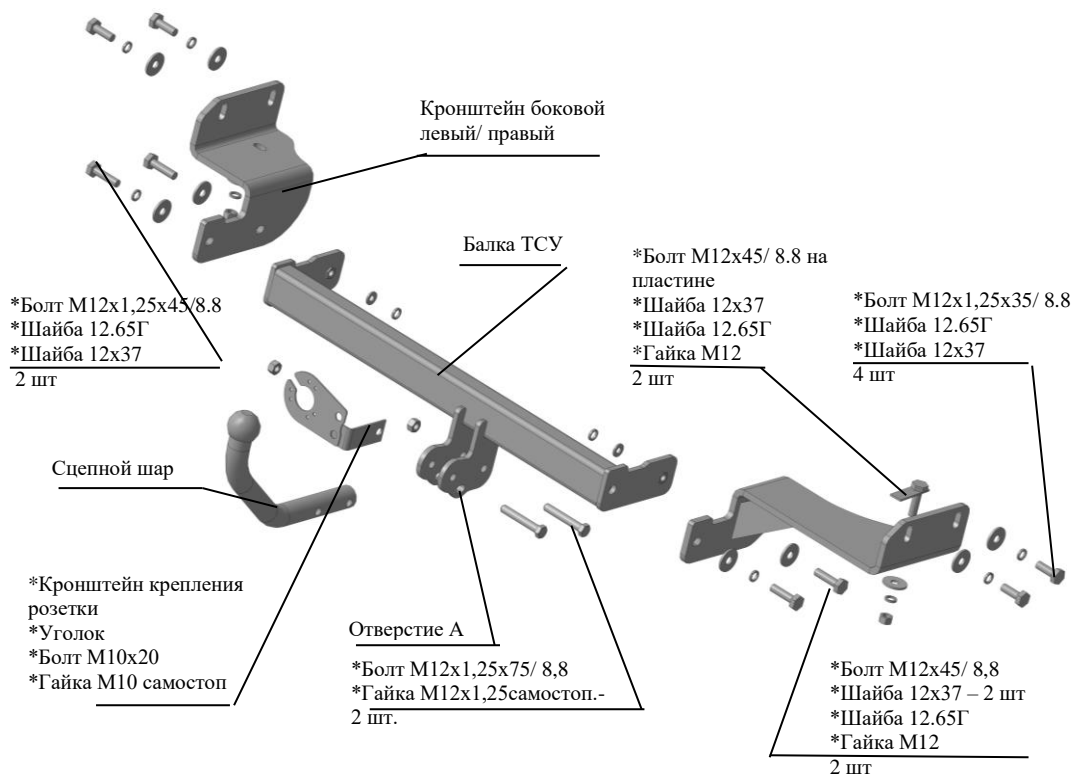

Рис.1 Тягово-сцепное устройство 7334
2.1 ТСУ 7334 в сборе (рис.1)	1 шт.
2.2 Пакет с комплектующими (см. рис.1)	1 шт.
4.2 Установить боковые кронштейны ТСУ (правый и левый соответственно рис.1), закрепив к нижним полкам лонжеронов болтами на пластине (вставить болты внутрь лонжеронов) и гайками М12, подложив под гайки шайбы 12.65Г и 12x37, к внешним боковым сторонам лонжеронов а/м- болтами М12x1,25x35, под головки болтов подложив шайбы проверные 12.65Г и шайбы 12x37. Крепеж не затягивать.